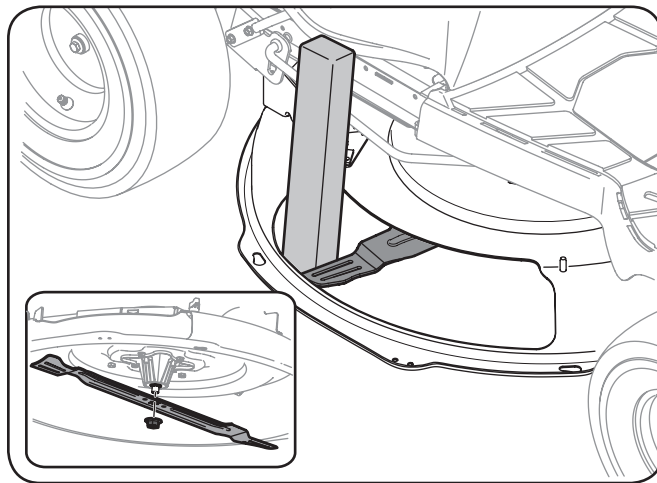

Figura 7-7
2. El uso de un bloque de madera o dos x 4, se inserta en la abertura de la cubierta y gire en torno a la hoja hasta que las cuñas de madera entre la abertura de la cubierta y la cuchilla de corte, como se muestra en la Figura 7-7.
3. Retire la tuerca de la brida hexagonal que sujeta la hoja con el vástago. Ver el recuadro de la Figura 7-7.